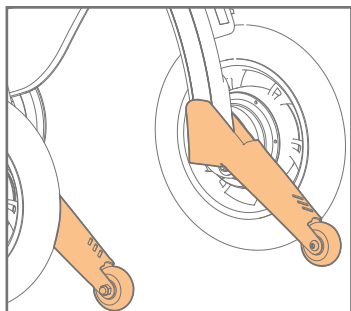
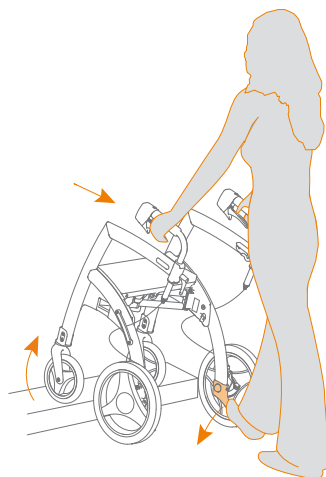

Figura 31: Utilizzare l'ausilio antiribaltamento.
Figura 32: Salire sul marciapiede o sul marciapiede o superare una soglia.
- b.** Spingere gli ausili di ribaltamento sinistro o destro (**Figura 31**) verso il basso con il piede sinistro o destro, mentre si inclina il Rollz Motion Electric verso di sé con le mani. In questo modo, le ruote anteriori si sollevano da terra. Ora spingere la Rollz Motion Electric in avanti fino a quando non si è chiaramente sul marciapiede o oltre la soglia con le ruote anteriori (**Figura 32**).